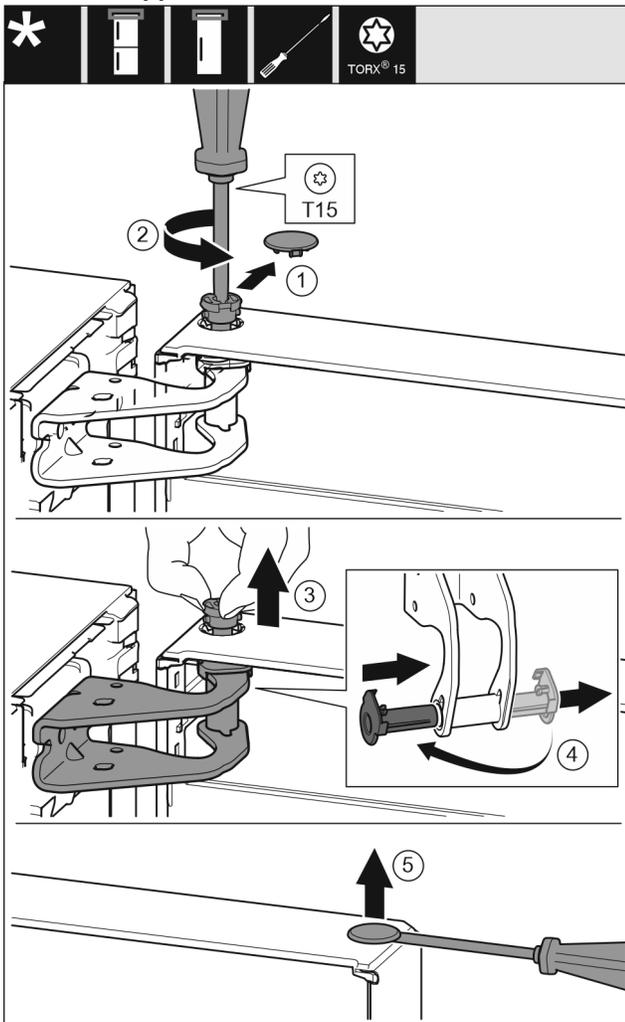

Fig. 7
- Tenir fermement la porte et sortir le boulon avec les doigts. *Fig. 7 (3)*
- Tirer la douille de palier en dehors du guide. La mettre de l'autre côté et l'enclencher. *Fig. 7 (4)*
- Soulever délicatement le bouchon en dehors de la douille de palier de porte avec un tournevis plat et le sortir. *Fig. 7 (5)*
► Enlever délicatement le cache de sécurité. *Fig. 7 (1)*
► Dévisser légèrement le boulon avec un tournevis T15. *Fig. 7 (2)*